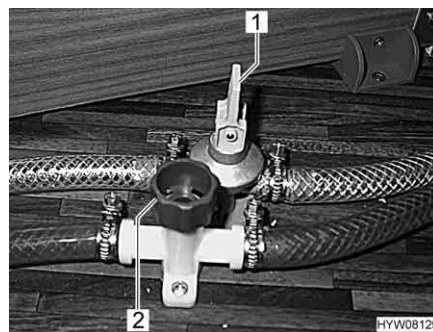

Bild 153 Ablasshähne
- Alle Ablasshähne für den Boiler schließen. Dazu den Kipphebel (Bild 153, 1) waagrecht stellen bzw. die Kappe (Bild 153, 2) im Uhrzeigersinn drehen.
- Alle Ablasshähne für den Boiler öffnen. Dazu den Kipphebel (Bild 153,1) senkrecht stellen bzw. die Kappe (Bild 153,2) entgegen dem Uhrzeigersinn drehen.